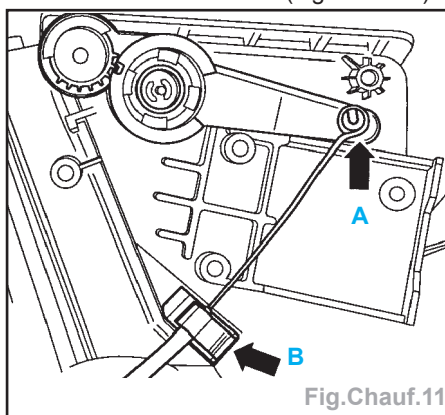

Fig.Chauf.11
- Fixer le câble sur le volet central (flèche B) tout en appuyant sur le levier (flèche A) dans le sens de la flèche (Fig.Chauf.11).